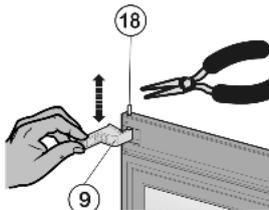

Fig. 11
► Spingere in alto il perno di supporto Fig. 11 (18): Spostare in alto e in basso il perno di supporto Fig. 11 (9).
► Estrarre il perno di supporto Fig. 11 (18) usando una pinza e mettere da parte.